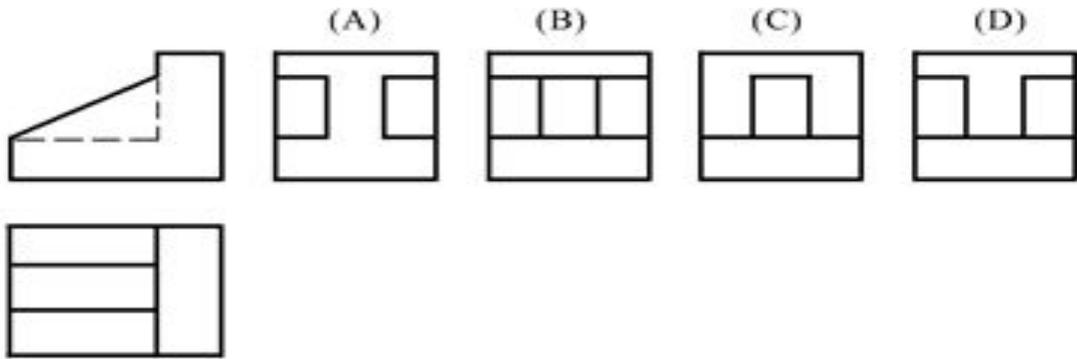

图 A-1
- 195.已知主、俯视图，正确的左视图是图 A-1( D )。